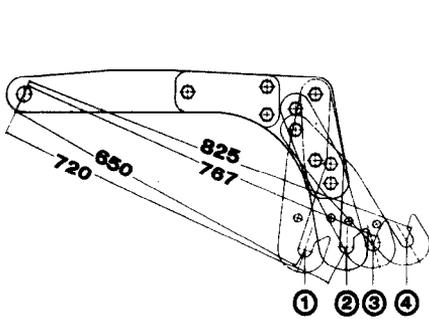

Fig. 47
- a) Kombinationen mit Packerwalze PW 420 nach Fig. 47